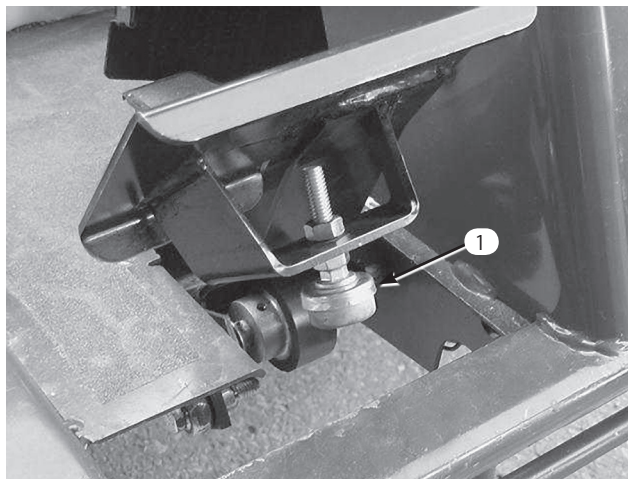

図58
1. 走行ペダルの調整状態を調べる。ポンプがフル・ストロークに達する直前に、ペダル・ストップ (図58) が床に当たればよい。